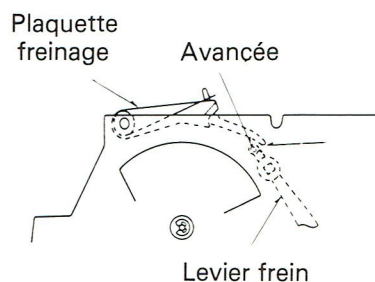

Fig. 4
- c) l'avancée du levier de freinage du support lève-bras doit se trouver à l'intérieur de la plaquette de freinage (voir Fig. 4)